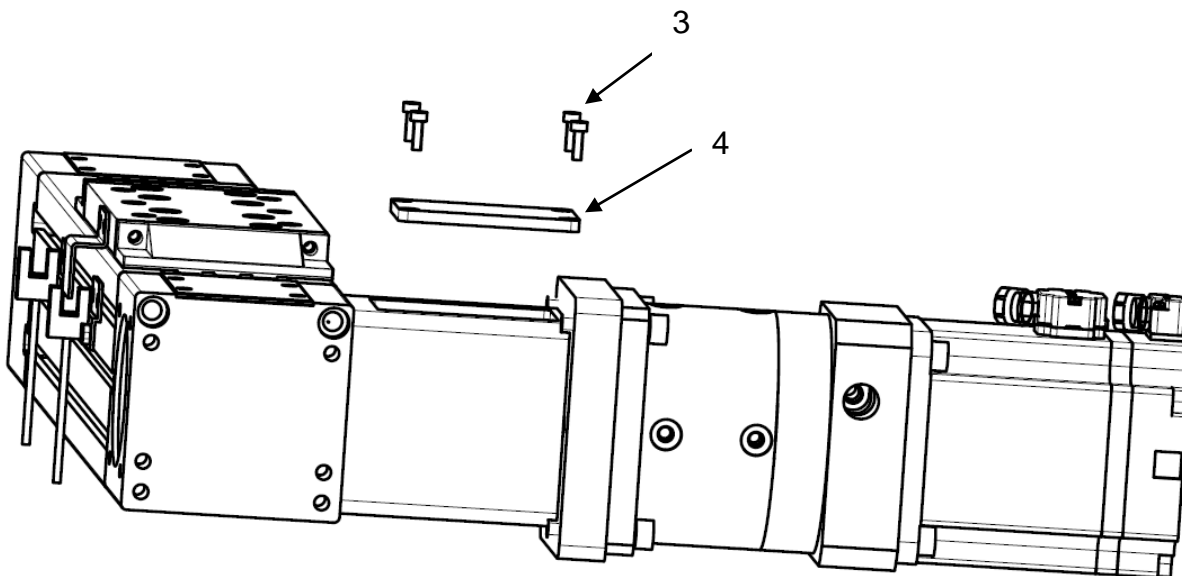

Рисунок 9 – Установка крышки монтажного комплекта.
7) установить крышку монтажного комплекта (поз. 4), закрепить винтами (поз. 3) (см. рисунок 9).